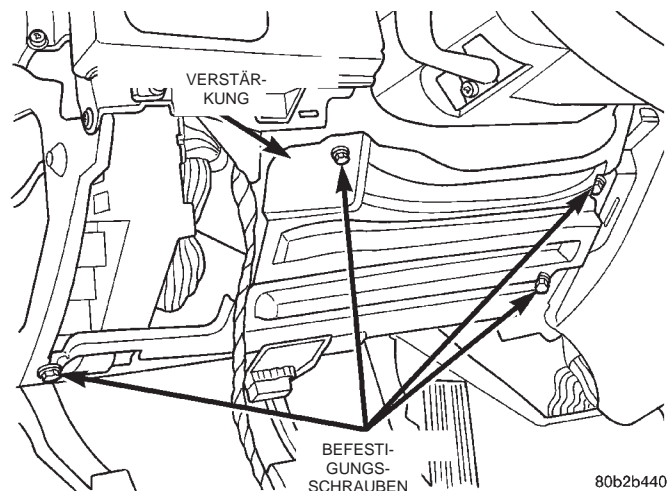

Abb. 66 Verstärkung
(13) Die 4 Schrauben lösen, mit denen die Verstärkung (Abb. 66) an der Instrumententafel befestigt ist. Verstärkung von der Instrumententafel abnehmen. Den Diagnosesteckverbinder von der Verstärkung abziehen.